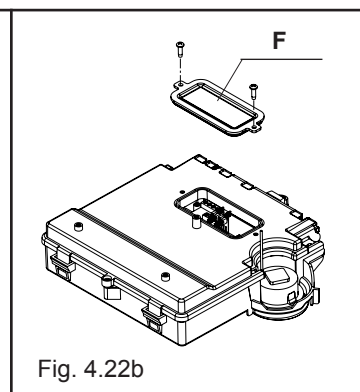

Fig. 4.22b
- svitare le viti di fissaggio del coperchietto (F) per accedere alla morsettiera (fig. 4.22b)